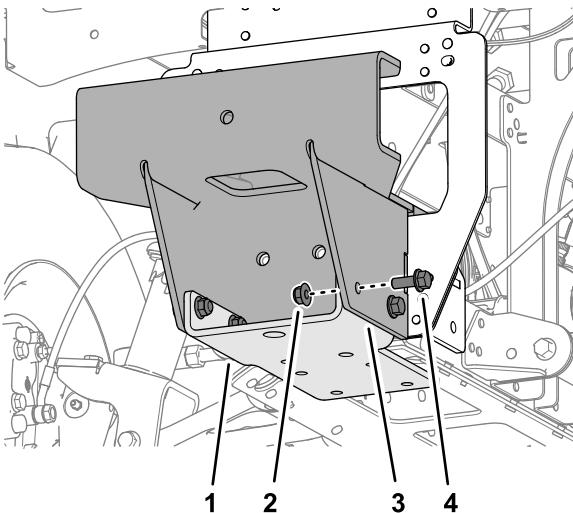

Figura 49
2. Monte sem apertar o suporte inferior na montagem do apanha-bolas (Figura 49) com 4 parafusos flangeados (3/8 x 1 pol.) e 4 porcas de bloqueio flangeadas (3/8 pol.).
5. Retire os 4 parafusos flangeados ($\frac{3}{8} \times 1$ pol.), as 4 porcas de bloqueio flangeadas ($\frac{3}{8}$ pol.), e o suporte inferior da montagem do apanha-bolas (Figura 49).